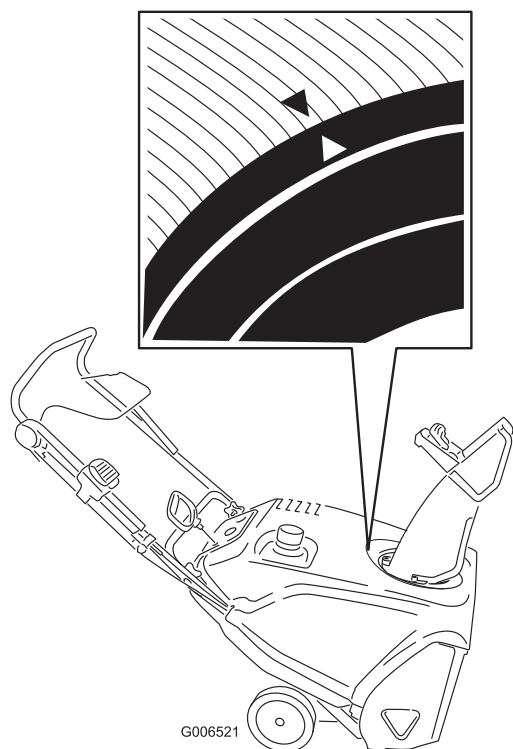

**Figure 41**
- Placez la commande Quick Shoot entre les 2 flèches situées sur le côté droit de la partie supérieure du guidon (Figure 41).